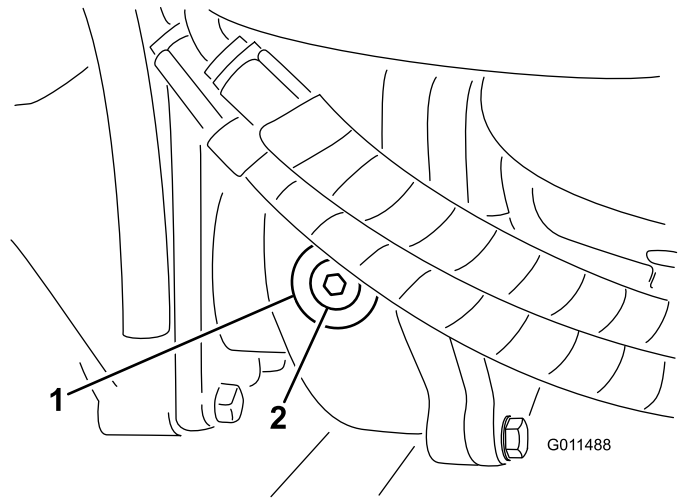

図 107
2. ギアボックスの左側から点検・補給用プラグを抜き、穴の高さまで潤滑油があることを確認する 図 107。